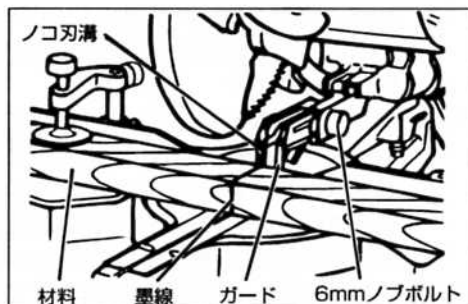
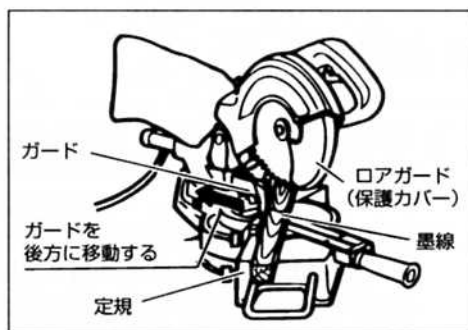

図18
図19
(1) 直角切断および傾斜切断の場合 (図18)
(2) 角度切断および複合切断 (角度切断 + 傾斜切断) の場合 (図19)
6mmノブボルト (図18参照) をゆるめ、ガードを図19の矢印方向 (後方) へずらし、定規面より出張らないようにしてください。